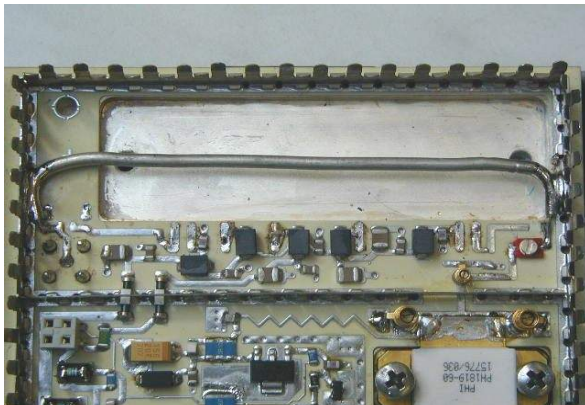

Bild 4 Einkoppelung der einfachen Variante
6. Die Einkoppelung der einfacheren Variante mit 8W Steuerleistung zeigt Bild 4. Es ist eine Brücke aus UT85 Semirigidkabel zu fertigen. Die Leitung wird mit dem Schirm an den Masseflächen verlötet. Die Leiterbahnen sind mit einem Cutter-Messer entsprechend zu bearbeiten und diverse SMD Widerstände der Originalen Einkoppelung auszulöten. Ganz rechts ist ein Koppel "C" (rot) zu sehen, der den Eingang galvanisch von der Basis-Spannung des PH1819 trennt.